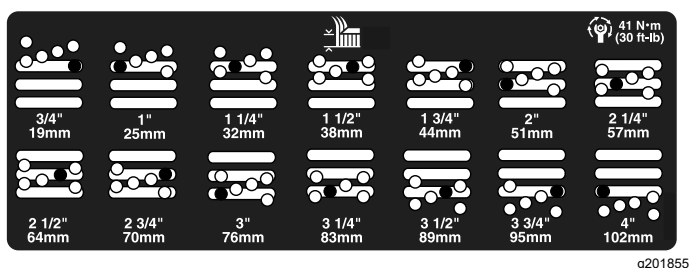

Figura 22
5. Mutai camera la înălțimea de tăiere dorită i instalezi un distanțier în orificiul i fanta pentru înălțimea de tăiere desemnate (Figura 22).